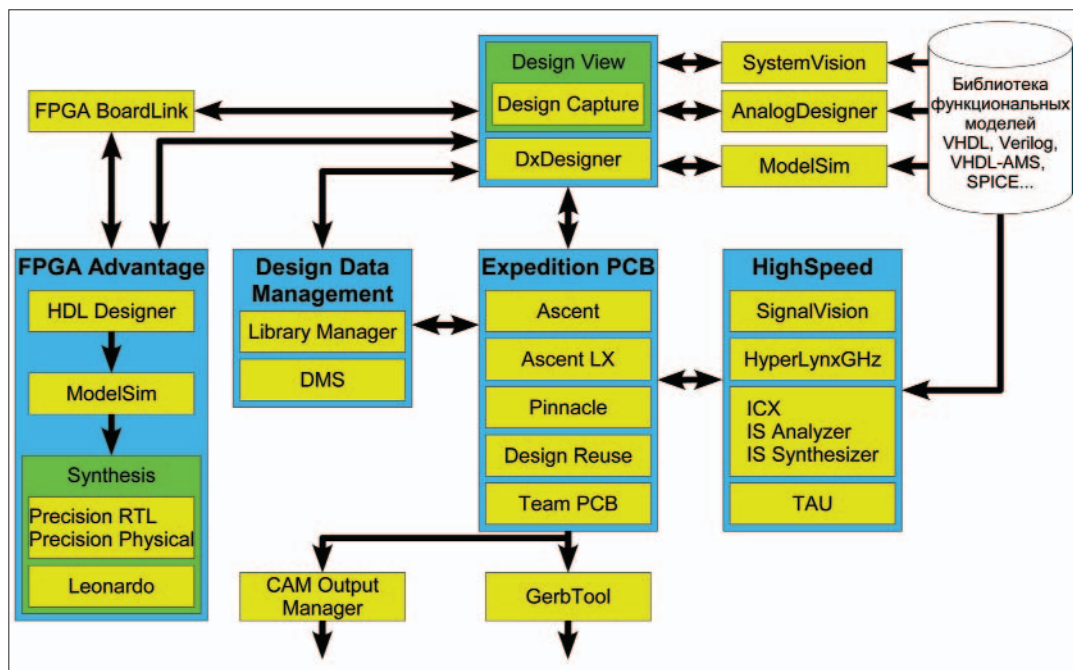

Рис.1. Общая структурная схема маршрута Expedition
- **Expedition** (рис.1), реализованный в среде Windows (версия для Linux ожидается в первой половине 2004 года);